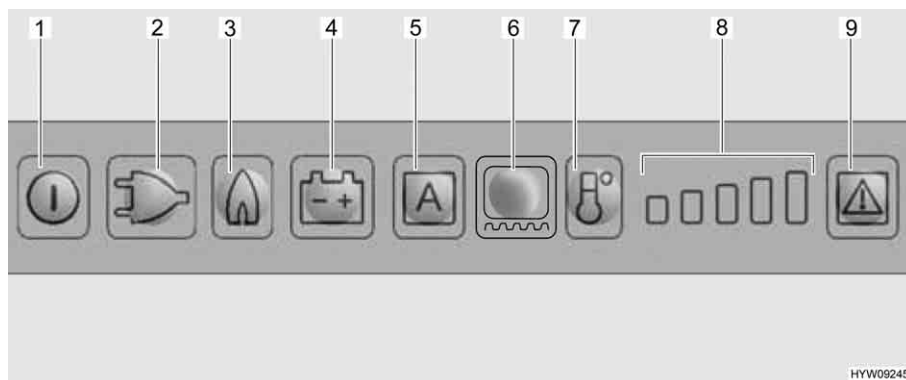

Fig. 161 Quadro comandi LED (frigorifero Dometic)
Se è impostata la modalità di funzionamento "AES", la tensione a 230 V **non** è allacciata e il motore del veicolo è **spento**, il sistema AES seleziona il rifornimento di gas. Selezionando il funzionamento a gas, il dispositivo di sicurezza si apre automaticamente, così che il gas possa fluire al bruciatore. Contemporaneamente si inserisce l'accenditore elettronico. Se la fiamma del gas si spegne, p. es. a causa di un colpo di vento, l'accenditore viene subito azionato riaccendendo il gas. In caso di guasto del funzionamento a gas, i tasti luminosi relativi a gas (Fig. 161,3) e guasto (Fig. 161,9) lampeggiano e viene emesso un segnale acustico per 20 secondi.
Dopo l'accensione il frigorifero seleziona automaticamente la regolazione intermedia del termostato. Questa regolazione può essere modificata manualmente tramite il tasto di selezione del livello di temperatura (Fig. 161,7). Le spie di controllo (Fig. 161,8) indicano la temperatura selezionata sul termostato. Il tasto di selezione del livello di temperatura permette di regolare la temperatura di refrigerazione per tutti e tre i tipi di energia. Ci vogliono alcune ore prima che il frigorifero raggiunga la temperatura normale di esercizio. Cambiando la modalità di funzionamento la regolazione del termostato non viene modificata. La temperatura di refrigerazione è indipendente dal tipo di energia utilizzata.
- Accendere il riscaldamento del telaio per 2 ore: Premere una volta il tasto luminoso per il riscaldamento del telaio (Fig. 161,6). Sull'indicazione dei gradi di temperatura (Fig. 161,8) si accende una barra.
- Accendere il riscaldamento del telaio per 5 ore: Premere due volte il tasto luminoso per il riscaldamento del telaio (Fig. 161,6). Sull'indicazione dei gradi di temperatura (Fig. 161,8) si accendono due barre.
- Regolazione del riscaldamento del telaio ad esercizio continuo: Premere tre volte il tasto luminoso per il riscaldamento del telaio (Fig. 161,6). Sull'indicazione dei gradi di temperatura (Fig. 161,8) si accendono tre barre.
L'indicazione dei gradi di temperatura (Fig. 161,8) indica per alcuni secondi la durata di esercizio del riscaldamento del telaio.
Nel caso di temperature esterne ed umidità dell'aria elevate è possibile che si formino gocce d'acqua sul telaio in metallo del vano congelatore. Per questo motivo il frigorifero è dotato di un riscaldamento del telaio per il vano congelatore. Nel caso di temperature e umidità dell'aria elevate, accendere il riscaldamento del telaio con il tasto luminoso per il riscaldamento del telaio (Fig. 161,6). È possibile così evitare fenomeni di corrosione. Quando il riscaldamento del telaio è acceso, si accende il tasto luminoso (Fig. 161,6).
- Premere il tasto On/Off (Fig. 161,1) per circa 2 secondi. Il frigorifero si accende e viene visualizzato l'ultimo tipo di energia impostato, oppure "AES".
- Impostare la temperatura di refrigerazione con il tasto di selezione del livello di temperatura (Fig. 161,7). Le spie di controllo (Fig. 161,8) indicano la temperatura selezionata sul termostato.
- Premere il tasto On/Off (Fig. 161,1) per circa 2 secondi. Il frigorifero si spegne e le indicazioni smettono di lampeggiare.